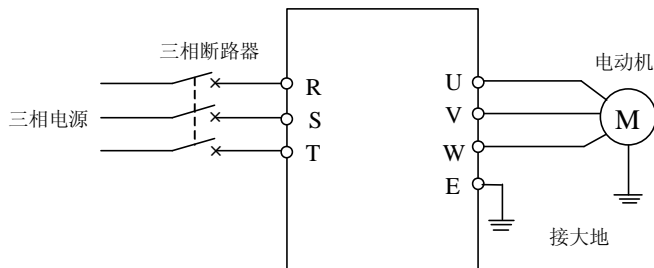

图 4-1 简单运行接线图
- ① 按图 4-1 接线；
- ② 确认接线无误后合上电源开关，接通电源，变频器先显示“P.oFF”，稍后显示“0”；
- ③ 选择变频器控制方式 ([F0.0]=0, V/F 控制；[F0.0]=1, 无感矢量控制)；
- ④ 确认频率设定通道为面板数字设定方式 ([F0.1] = 0)；
- ⑤ 根据变频器拖动电动机的额定铭牌数据，采用 V/F 控制方式时，需对参数[F1.3]、[F1.4]进行设置；采用矢量控制方式时，需对参数[F1.15]~[F1.18]进行设置。
- ⑥ 按  键启动变频器，变频器输出 0 频率，显示“0.0”；
- ⑦ 按  键，增大设定频率，变频器的输出频率增加，电机转速加快；
- ⑧ 观察电机的运行是否正常，若有异常立即停止运行，并断电，查清原因后再运行；
- ⑨ 按  键减小设定频率；
- ⑩ 按  键停止运行；并切断电源开关。